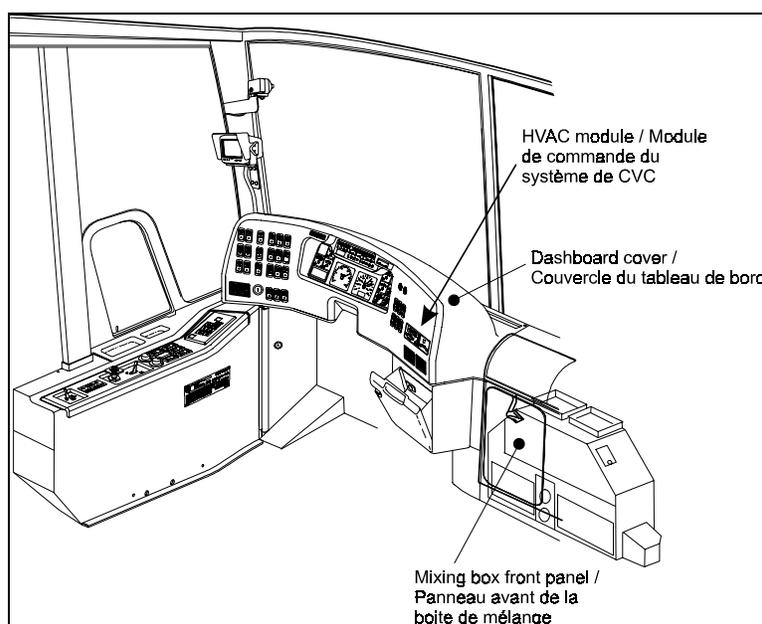

FIGURE 1
1. Enlever le couvercle du tableau de bord (figure 1).
3. Retirer le panneau avant de la boîte de mélange (figure 1).